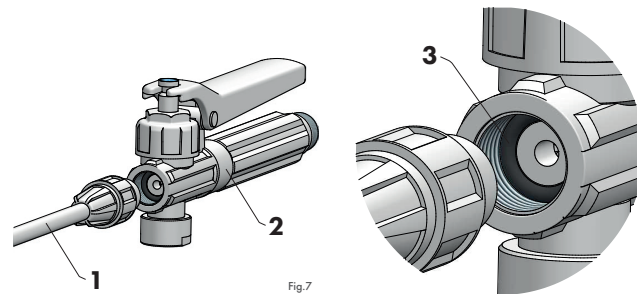

Fig.7
Vérifier si dans le corps du clapet à piston (fig. 7/ pos. 2) se trouve le joint o-ring (fig. 7/ pos. 3) et assembler avec la buse (fig. 7/ pos. 1) en vissant, pour obtenir le raccordement étanche.